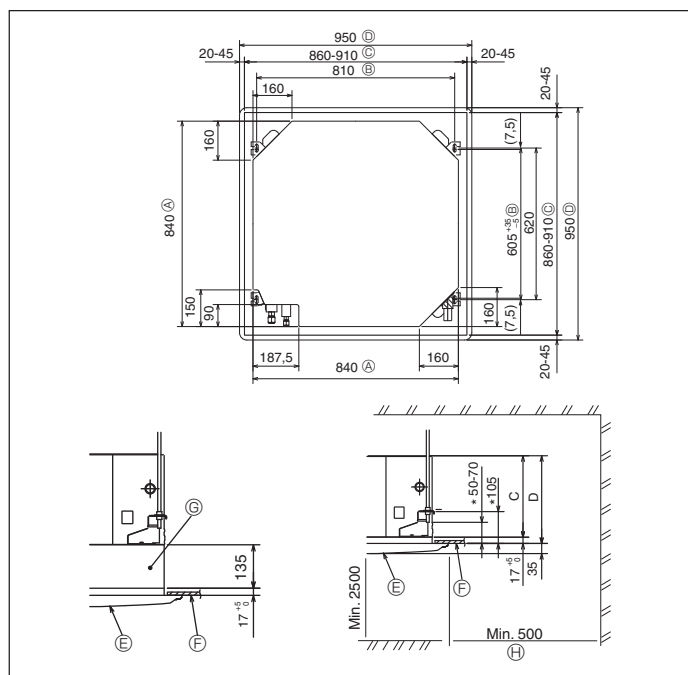

Fig. 3-2
①	Mal voor installatie	1
②	Sluitring (met isolatie) Sluitring (zonder isolatie)	4
③	Pijpisolatie (voor koppeling van koelleiding) kleine diameter grote diameter	1 1
④	Band	8
⑤	Schroef met ring (M5 x 25) voor montage van de grill	4
⑥	Aftapbus	1
⑦	Isolatie	1
⑧	Flensmoer 1/4F (P60)	1
3.2. Plafondopeningen en posities voor installatie van de ophangbouten (Fig. 3-2)
* De afmetingen van de plafondopeningen kunnen aangepast worden binnen de begrenzingen zoals afgebeeld in Fig.3-2; u moet dus het apparaat tegen het plafondopening centreren, waarbij u ervoor moet zorgen dat de respectievelijke tegengestelde zijden aan alle kanten van de opening hetzelfde zijn.